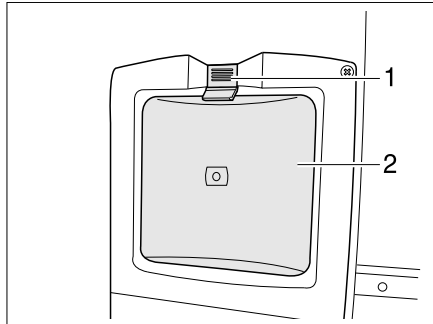

Bild 149 Klappe für Staubbeutel
- Enriegelung (Bild 149,1) nach oben schieben.
- Klappe (Bild 149,2) öffnen.